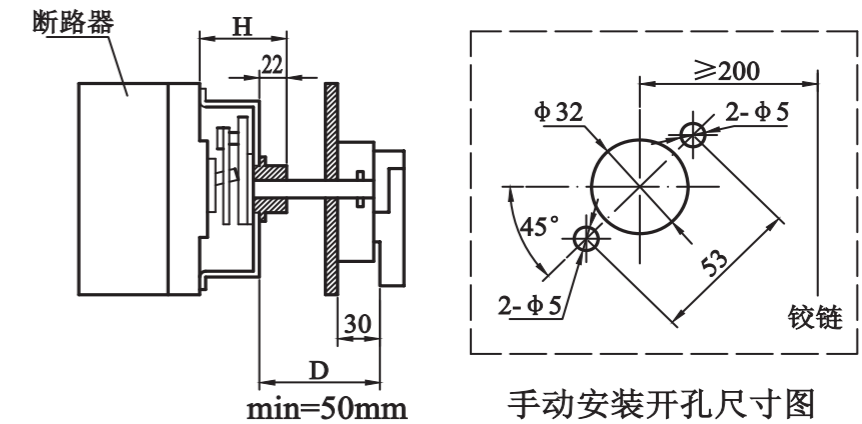

图4 手动操作机构尺寸图
5.2.2 手操机构安装时先按图示尺寸开孔，在开关柜门板上当转动手柄“OFF”指示在水平位置时固定好柄。然后试着操作手柄，转动应灵活自如，并且手柄在水平位置时断路器应分闸，手柄在垂直位置时断路器应合闸。具体见图4和表7。